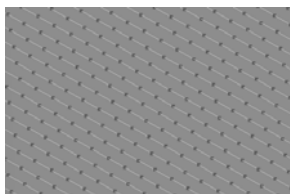

图 4-29 重新分布
3) 重新分布：为保证刀具路径在公差范围内，允许插入新的点，确保刀位点之间的间距是均匀的，如图 4-29 所示。这一选项与点分离选项搭配使用更能发挥作用。重新分布会增加刀具路径生成的时间，但是会减少机床加工的时间。